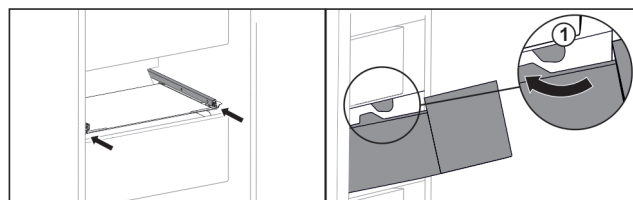

Fig. 160
- ▶ Ghidați sertarul în jurul opritorului Fig. 160 (1).